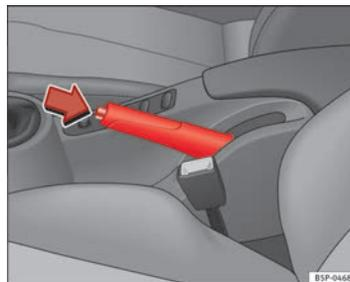

Fig. 150 Travão de mão entre os bancos dianteiros
- Puxe com força para cima a alavanca do travão de mão ⇒ Fig. 150.
- Puxar a alavanca um pouco para cima, pressionar o botão de desbloqueio no sentido da seta ⇒ Fig. 150 e fazer descer completamente a alavanca ⇒